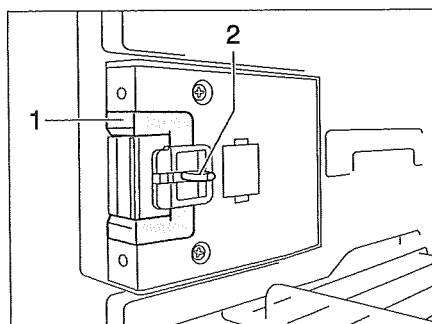
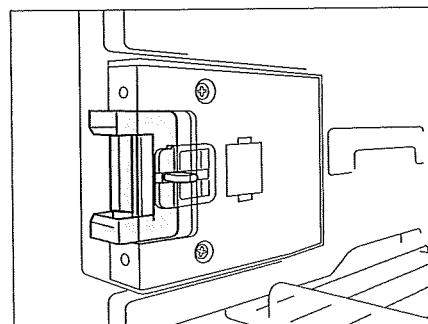

Bild 140 Låsanordning i normalställning
Bild 141 Låsanordning i ventilationsläge
■ Tryck in upplåsningen (Bild 140,2).
■ Skjut låsanordningen (Bild 140,1) framåt (Bild 141).